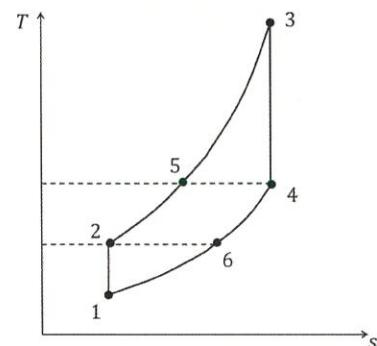

図 1
- (1) 図 1 の温度-比エントロピー ($T-s$) 線図において、断熱圧縮 ($1 \rightarrow 2$)、等圧加熱 ($2 \rightarrow 3$)、断熱膨張 ($3 \rightarrow 4$)、等圧冷却 ($4 \rightarrow 1$) の過程からなる熱力学的サイクルを考える。 $T_2 = 2T_1$, $T_3 = 6T_1$ であるとき、以下の問い合わせに答えよ。